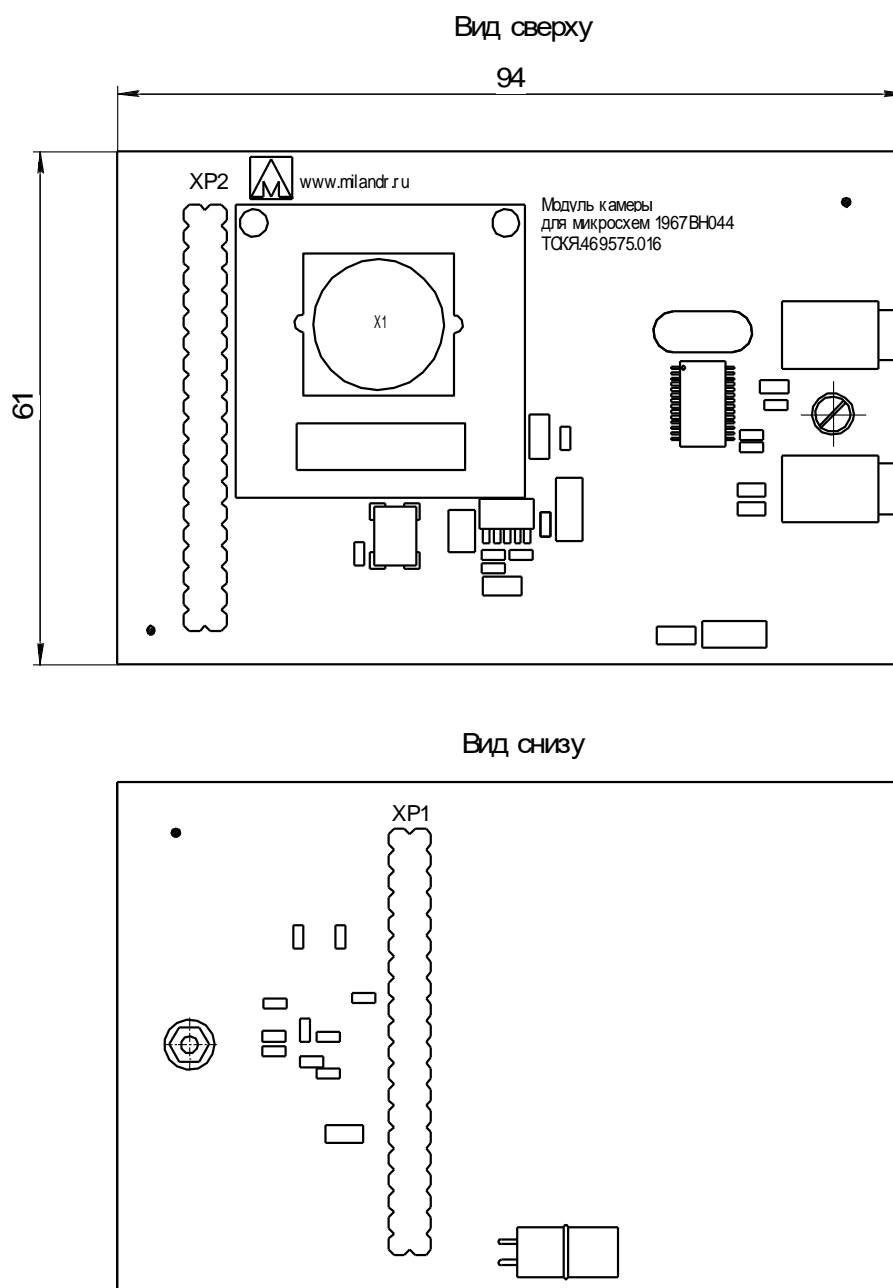

Рисунок 10 – Модуль камеры
- подключить разъем XP1 модуля камеры (см. рисунок 10) к разъемам XS7, XS8 модуля отладочного (см. рисунок 4);